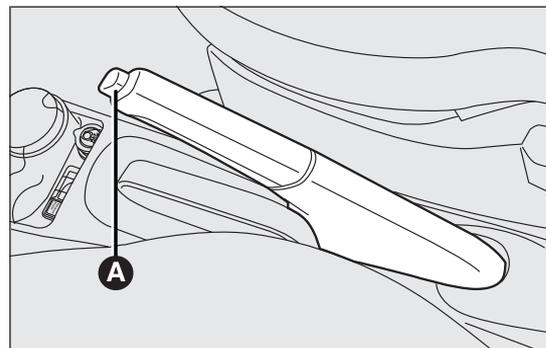

fig. 113
Le levier du frein à main fig. 113 se trouve entre les sièges avant.
- soulever légèrement le levier et appuyer sur le bouton de déblocage A fig. 113;